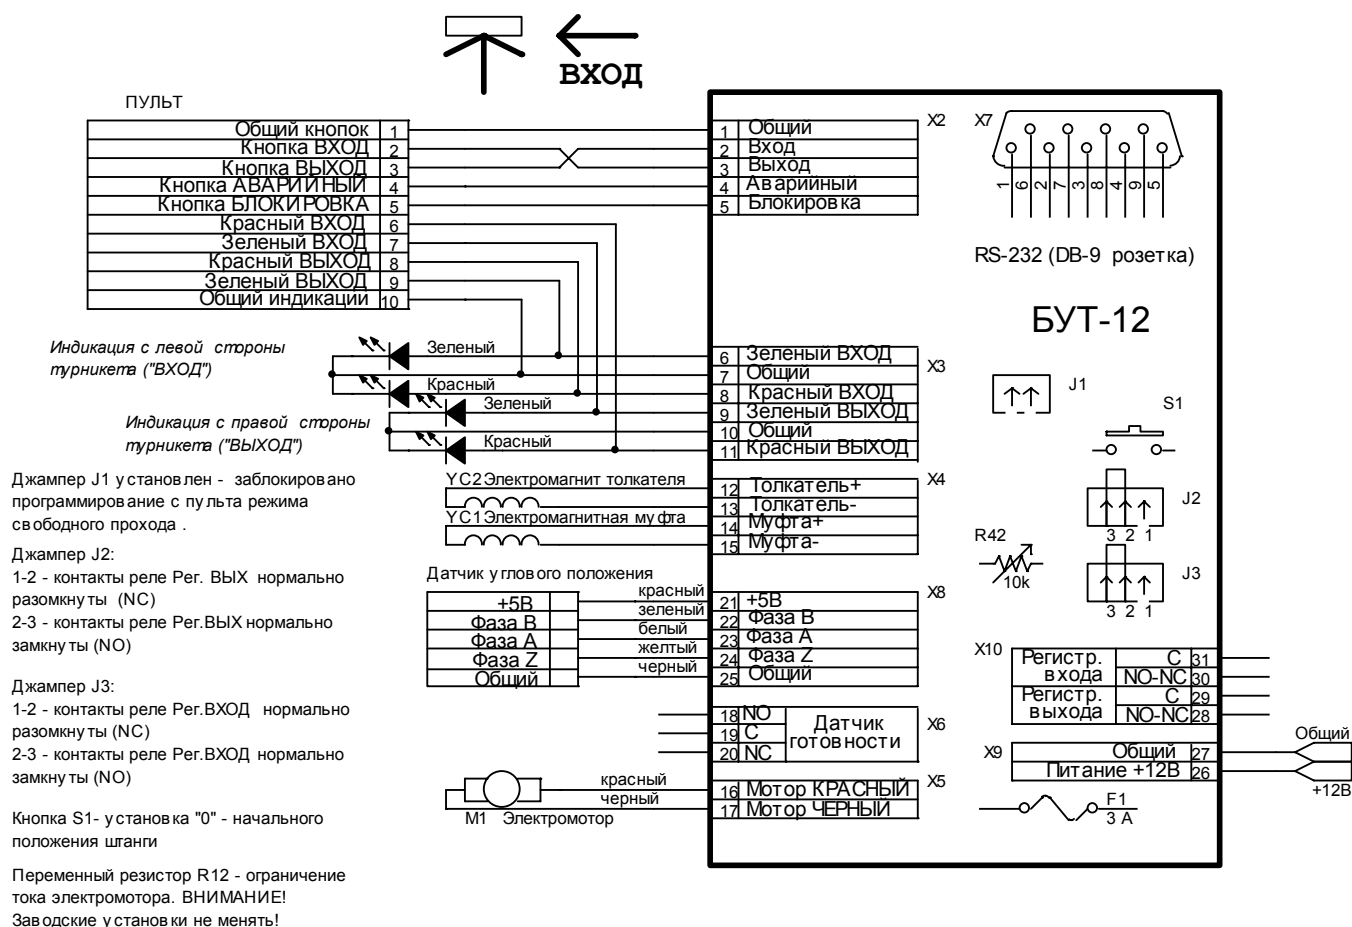

Рис. 6
5.3 Блок управления представляет собой плату, которая с помощью монтажных стоек крепится к внутреннему каркасу центральной секции. Подключение привода турникета, устройства индикации, пульта дистанционного управления и источника питания к блоку управления производится с помощью кабелей в соответствии со схемой подключения (см. рис.6).
7) Подключить кабели питания и ПДУ к ПУ турникета в соответствии с Рис. 6, заземлить корпус турникета. Заземление производить в соответствии с требованиями ПУЭ («Правил устройства электроустановок с напряжением до 1000 В»).
8) Подключить кабель СКУД к блоку управления турникета в соответствии с Рис.6.